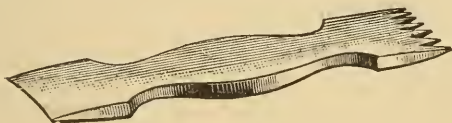

Fig. 23.
12. *Grattoir frottoir en fer* (fig. 23), qui sert dans l'en-